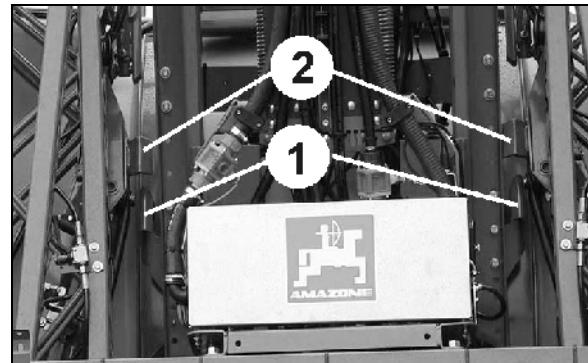

Fig. 65
2. Løft sprøyteutlignerne med høydejusteringen til holderne (Fig. 65/1) slipper lommene (Fig. 65/2).
Fig. 65 viser de frigjorte sprøyteutlignerne.